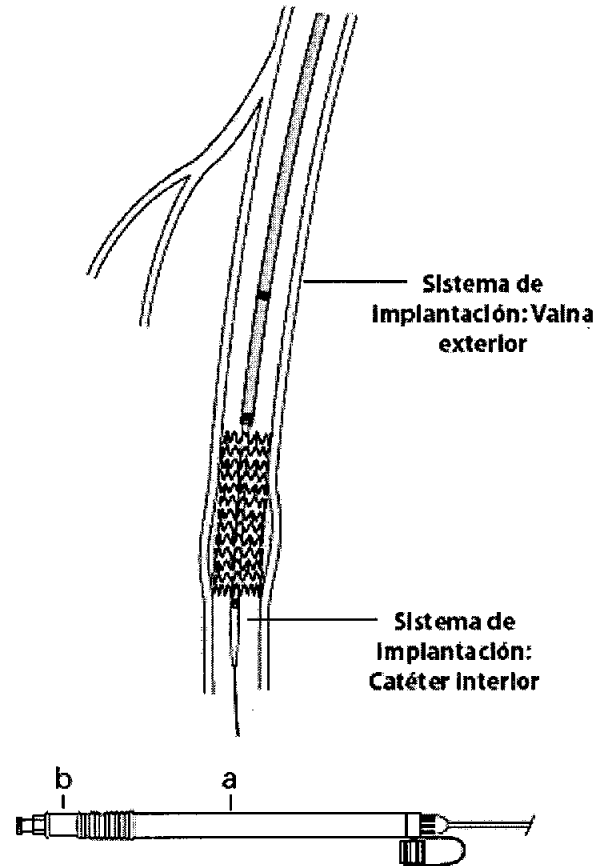

Fig. 6
5. El stent estará totalmente desplegado cuando el mango (a) llegue al conector (b). (Fig. 6)